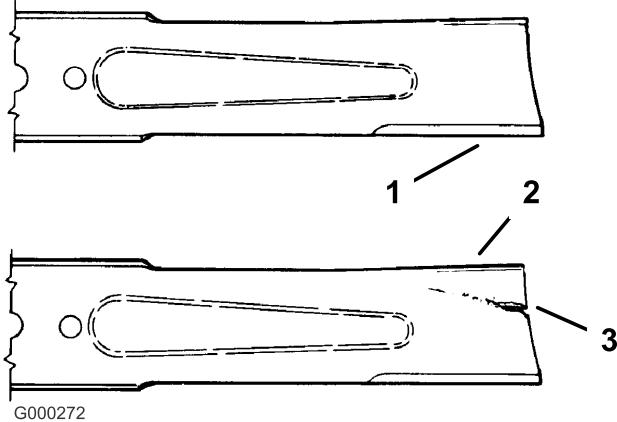

Figure 64
1. Examinez le tranchant des lames (Figure 64). Si les lames ne sont pas tranchantes ou si elles présentent des indentations, déposez-les et aiguisez-les (voir Aiguisage des lames).
2. Inspectez les lames, surtout la partie incurvée (Figure 64). Remplacez immédiatement toute lame endommagée, usée ou qui présente une entaille (Figure 64).